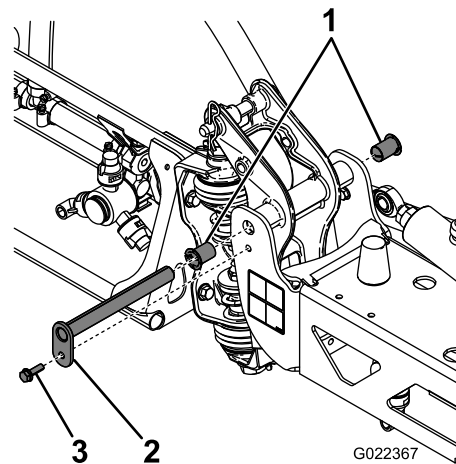

Figure 62
3. Lorsque le poids de la rampe est supporté, retirez le boulon et l'écrou de fixation de l'axe de pivot à l'ensemble rampe (Figure 62).
4. Retirez le boulon et l'écrou qui fixent l'axe de pivot puis déposez l'axe (Figure 62).
6. Déposez et examinez les bagues en nylon à l'avant et à l'arrière du support de pivot (Figure 62).
7. Appliquez une petite quantité d'huile sur les bagues en nylon et montez-les sur le support de pivot (Figure 62).
8. Montez l'ensemble rampe et support de pivot dans le cadre central en alignant les trous (Figure 62).